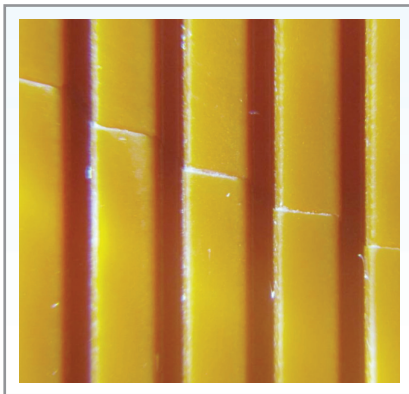

Figura 1: *Trincas pequenas.*
- **Reduzir a viscosidade** – Quanto maior a temperatura, menor a viscosidade da água, facilitando remoção da água da folha pela prensa. Devido à curva da viscosidade de água ter maior inclinação nas temperaturas mais baixas, o aumento de temperatura da água de 30 para 50 °C tem três vezes mais efeito na viscosidade que o aquecimento de 70 para 90 °C, ver figura 1 abaixo. Portanto, o retorno de aplicar mais de uma caixa de vapor é reduzido. A redução da viscosidade devido ao aumento da temperatura pode resultar em mais de 5 pontos de incremento de teor seco da folha, ou o equivalente a 30% de economia de vapor/ incremento de produção.
Figura 1: O aumento de temperatura da água de 30 para 50 °C tem três vezes mais efeito na viscosidade que o aquecimento de 70 para 90 °C. Quanto mais fria a folha melhor a transferência de calor da caixa de vapor.